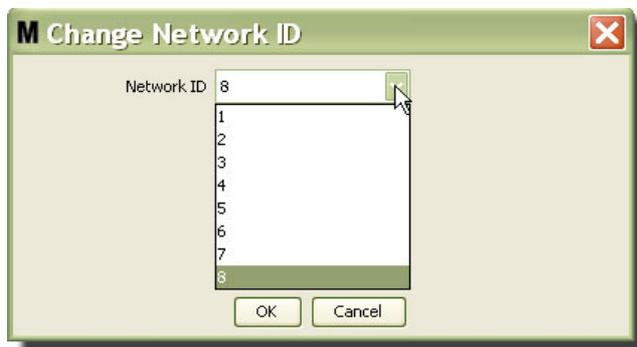

FIG. 85
3. Dal menu a discesa del numero ID rete disponibili, selezionare il numero ID rete assegnato alla propria posizione (FIG. 85). Fare clic su OK per chiudere la schermata e salvare le modifiche.